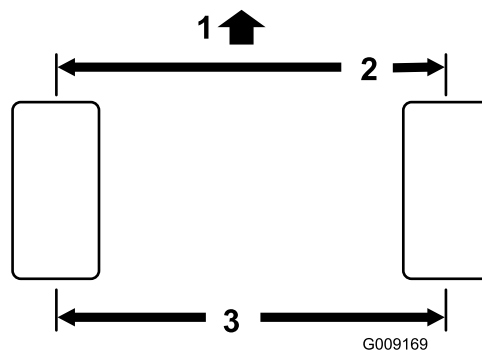

Figura 69
1. Misurate l'interasse (all'altezza dell'assale) sulla parte anteriore e posteriore dei pneumatici di sterzo (Figura 69).